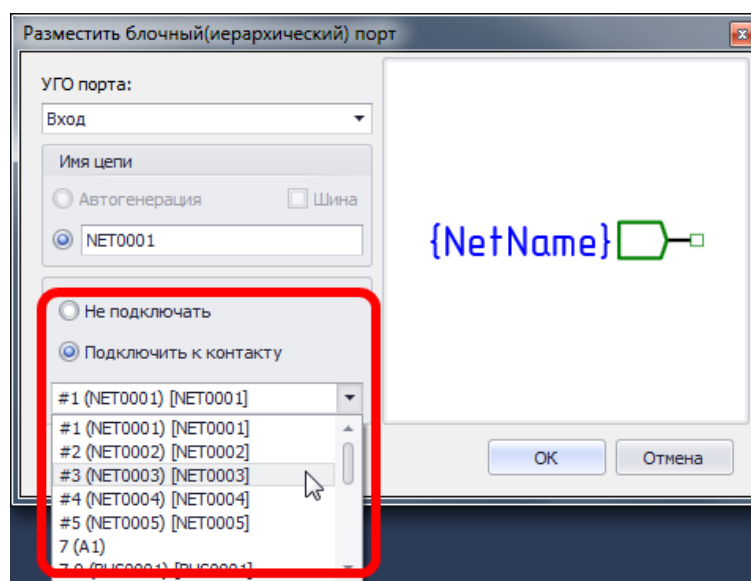

Рис. 583. Сопоставление блочного порта с выводом УГО блока
4. Сопоставить блочный порт с выводом УГО блока. Данное действие доступно только в том случае, если для УГО блока были созданы выходы. Для сопоставления порта и вывода нужно установить переключатель в положение «Подключить к контакту (Сопоставить с выводом)» и с помощью выпадающего списка выбрать нужный вывод УГО блока, см. Рис. 583.